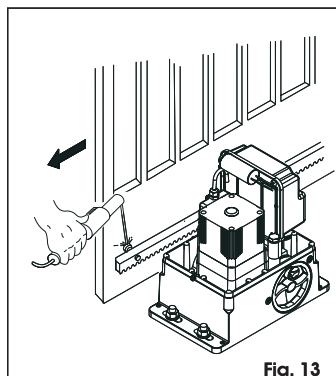

Fig. 13
3. Poser horizontalement sur le pignon le premier élément de la crémaillère et souder le cliquet taraudé sur le portail d'après la Fig. 13.